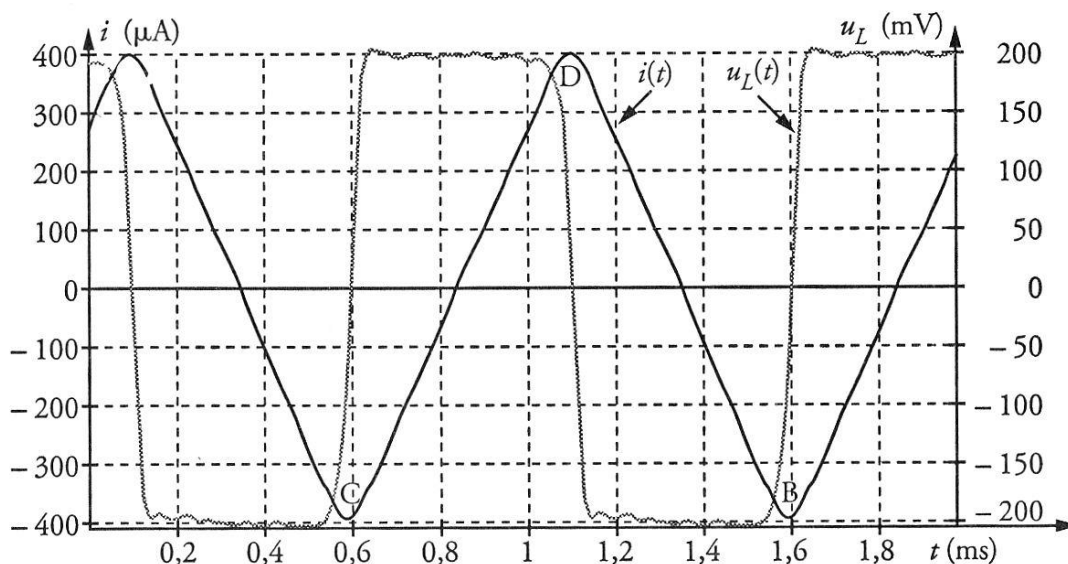

Figure 2
Un système d'acquisition de données relié à un ordinateur permet d'afficher à l'écran les variations en fonction du temps de la tension $u_L(t)$ aux bornes de la bobine et de l'intensité $i(t)$ du courant qui circule dans le circuit (figure 2).
1.1. Vérifier à l'aide de la figure 2 que la fréquence du GBF est effectivement réglée sur $1,0 \text{ kHz}$.
1.4.1. Sur la figure 2, la représentation graphique de la fonction $i(t)$ montre qu'en réalité, les crêtes de l'intensité sont arrondies. Dans ces conditions, la tangente au sommet est horizontale.
1.4.2. En mesurant u_L sur la figure 2 quand l'intensité du courant est extrême, à $t = 1,6$ ms par exemple, montrer que $r \ll R$.
À partir de la demi-période comprise entre les points C et D de la figure 2, mesurer u_L , calculer $\frac{di}{dt}$ et en déduire la valeur de L .